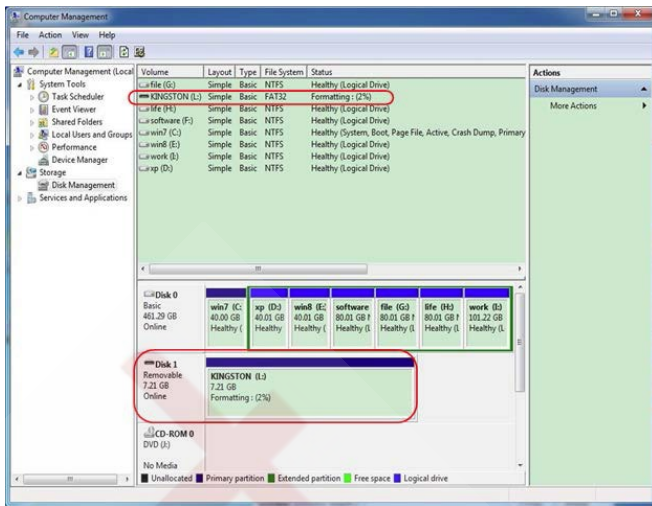

Рисунок 20. Процесс форматирования USB-диска
- 6) Выполняется процесс форматирования (рисунок 20).